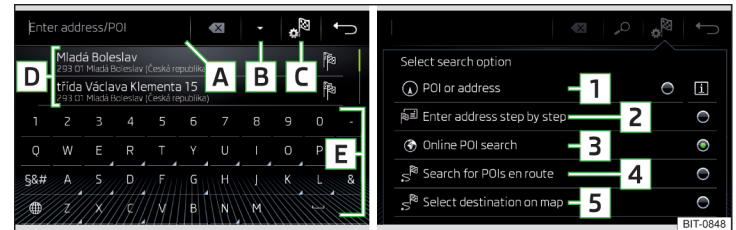
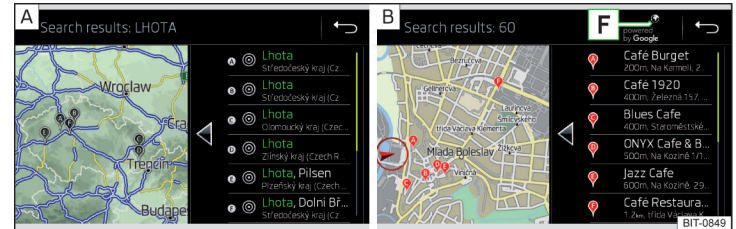
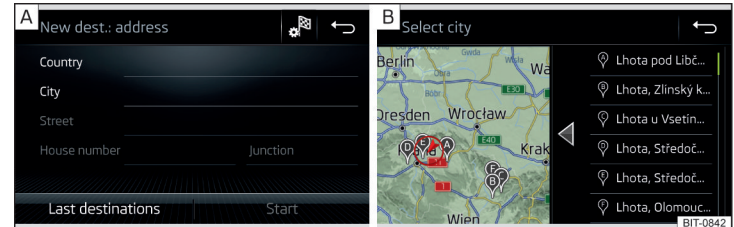

Abb. 167 Ziel suchen: Hauptmenü / Auswahl des Suchmodus
Abb. 168 Liste der aufgesuchten Ziele: in den Navigationsdaten / online
Abb. 169 Ziel über die Adresse eingeben: Hauptmenü / Liste der aufgesuchten Orte
- › Wird kein Menü zur Zielsuche, sondern eines zur Zieleingabe über die Adresse oder zur Zieleingabe in der Karte angezeigt, dann die Funktionsfläche  → **1** » **Abb. 167** antippen.
Beschreibung der Funktionsflächen » Abb. 167 bzw. » Abb. 168
- ▶ Die Funktionsfläche **C** → **1/2/4/5** » Abb. 167 antippen.
- ▶ Zur Anzeige der aufgesuchten Ziele die Funktionsfläche **B** » Abb. 167 antippen.
- ▶ Die Funktionsfläche **C** → **3** » Abb. 167 antippen.
- ▶ Zur Zielsuche anhand der eingegebenen Parameter die Funktionsfläche **B** » Abb. 167 antippen.
- ▶ Wird das Menü zur Zieleingabe über die Adresse » Abb. 169 - **A** nicht angezeigt, dann die Funktionsfläche **C** → **2** » Abb. 167 auf Seite 156 antippen.
Es besteht die Möglichkeit, dass während der Eingabe eines Ortsnamens automatisch eine Karte mit einer Liste gleichnamiger Orte angezeigt wird » Abb. 169 - **B**.
- Anschließend die Funktionsfläche  → **5** » Abb. 167 auf Seite 156 antippen.